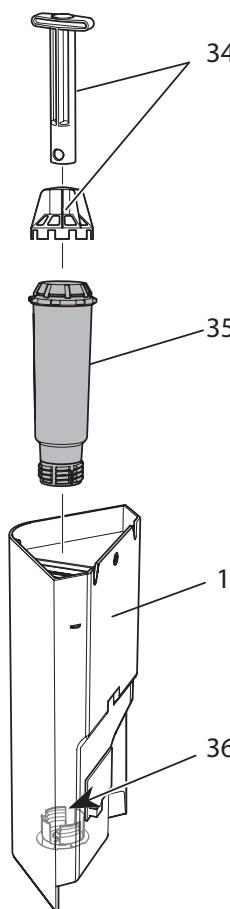

Fig. 19: Vissage/dévissage du filtre à eau
7. Mettre un nouveau filtre en place dans le réservoir d'eau (voir Fig. 19).
2. Retirer le filtre à eau (voir *Fig. 19*).